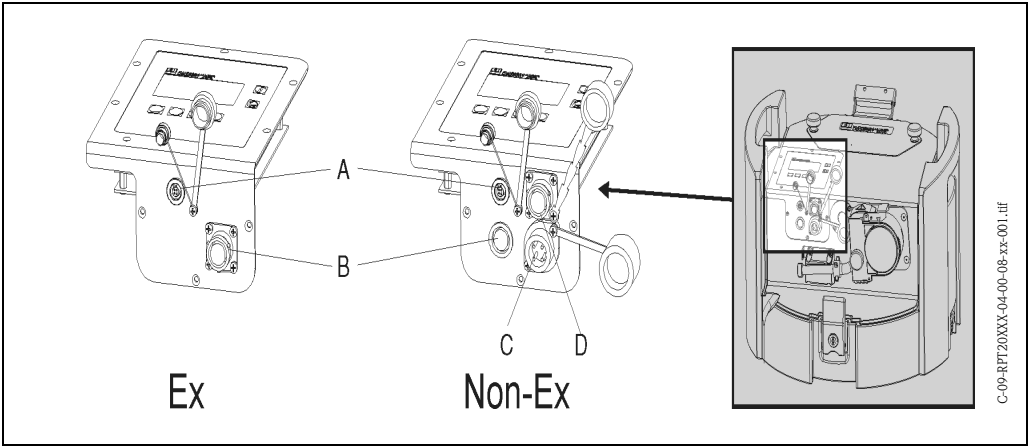

Fig. 4: Raccordements électriques de l'appareil
4.1.1 Raccordement du câble signal (=> Fig. 4, Pos. B)
4.1.2 Raccordement de l'interface RS232 (=> Fig. 4, pos. A)
4.1.3 Raccordement du chargeur (=> Fig. 4, pos. C)
4.1.4 Raccordement de la sonde multiparamètres (en option ; => Fig. 4, rep. D)